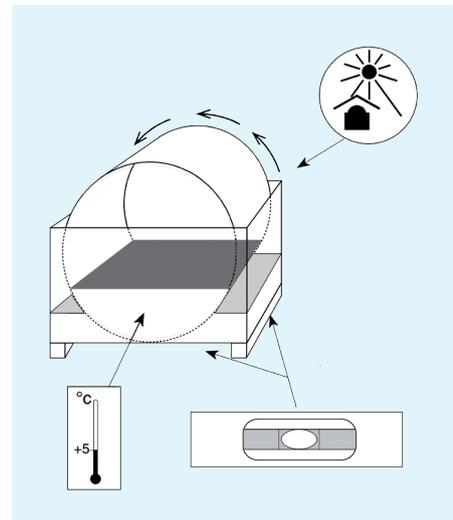

Figura 4.1 Instalación del filtro
- El filtro debe estar perfectamente nivelado en ambos sentidos (ver la figura 4.1).